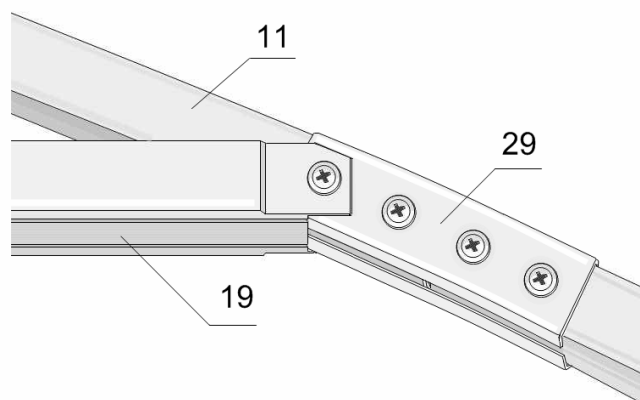

Рис.15
- 3.9.3. К дугам удлинения №11 присоедините стяжки №19 (рис. 15).